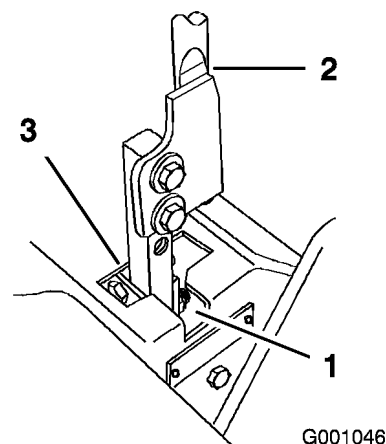

Bild 60
5. Move the lever to the neutral position but not locked (Bild 60).
6. Ziehen Sie den Hebel zurück, bis der Lastösenbolzen (am Arm unter dem Gelenkschaft) das Schlitzende berührt (und soeben Druck auf die Feder ausübt) (Bild 60).
7. Prüfen Sie, dass der Fahrtriebshebel relativ zur Kerbe im Armaturen Brett ist (Bild 60). Er sollte zentriert sein, so dass der Hebel nach außen in die gesperrte Neutralstellung gedreht werden kann.